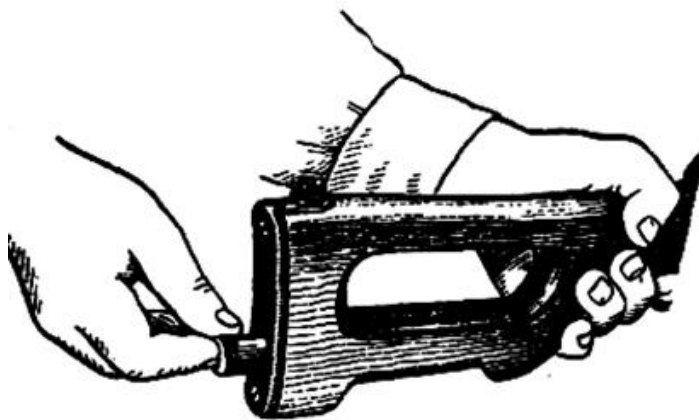

Рис. 96 Вкладывание пенала с принадлежностью в гнездо приклада
8) Вложить пенал с принадлежностью в гнездо приклада. Уложить принадлежность в пенал и закрыть его крышкой, вложить пенал дном в гнездо приклада (рис. 96) и утопить его так, чтобы гнездо закрылось крышкой.